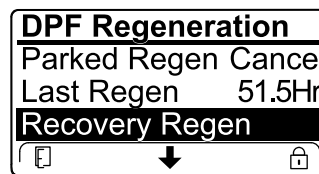

Figura 78
- În cazul în care computerul motorului nu a solicitat o regenerare de recuperare i derulai în jos la opțiunea RECOVERY REGEN (Regenerare de recuperare), regenerarea de recuperare se blochează i pictograma de blocare (Figura 78) apare în colul dreapta jos al InfoCenter.